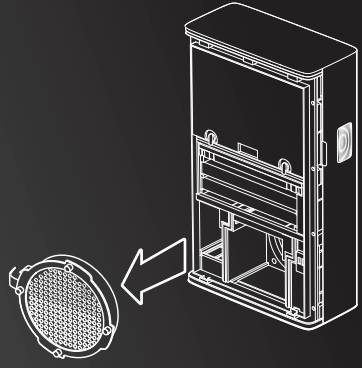

Рис. 8.
4. Поверните фильтр грубой очистки против часовой стрелки и аккуратно извлеките его (рис. 8).